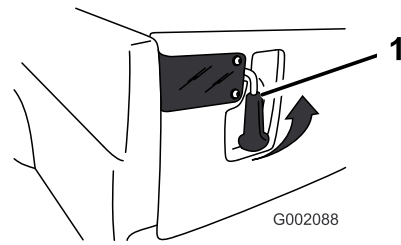

Figure 17
1. Pour déverrouiller le hayon, poussez vers l'extérieur et relevez les poignées de verrouillage (Figure 17). Elles s'écartent alors vers le centre du hayon. Abaissez lentement le hayon.